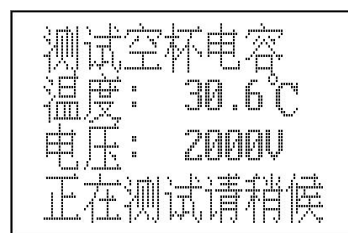
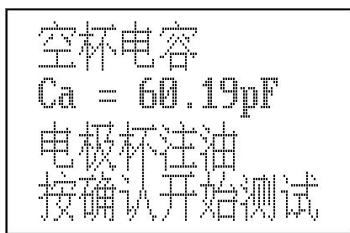

图 8
图 9
3) 电容测试：电压升至设定值，自动转入电容测试状态，如图 8，电容测试结果如图 9。